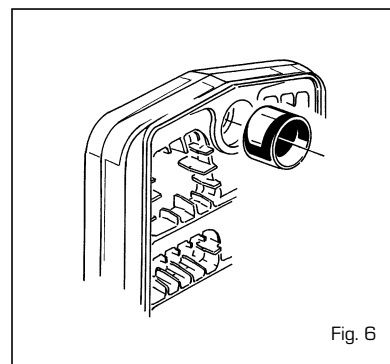

Fig. 6
- préparer un élément intermédiaire en introduisant les nipples coniques (fig. 6) après les avoir lubrifiés avec de l'huile de lin cuit;